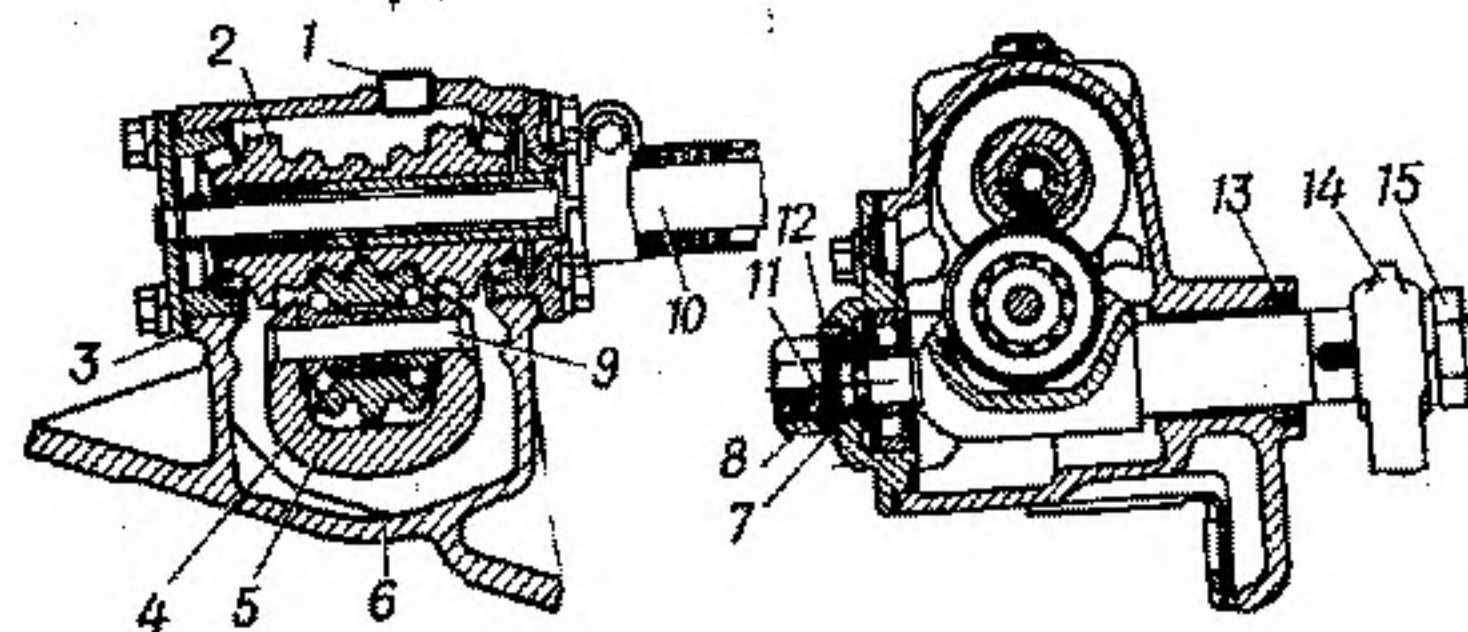

Рис. 57. Рулевой механизм.
2. Вращать ключом регулировочный винт 11 (рис. 57) по ходу часовой стрелки до устранения люфта.